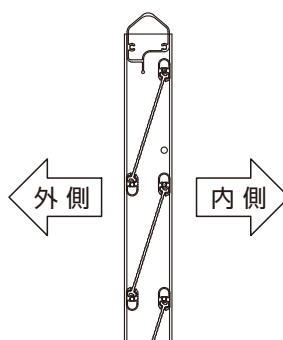
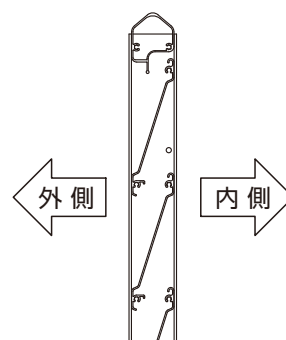

図1-6 S型・M型
図1-7 A型
④ブレードや笠木を「笠木・ブレード枠取付ネジ」にて取付けてください。(図1-6、図1-7参照)